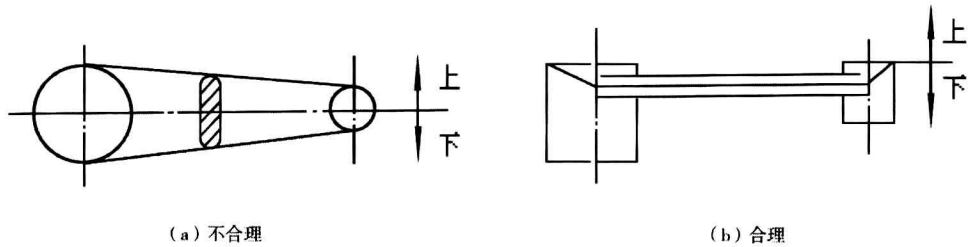

图 2-9 分型面的选择应能减少错箱
(3)应使铸件的全部或大部分在同一砂型内,以减少错箱和提高铸件精度,如图 2-9 所示。